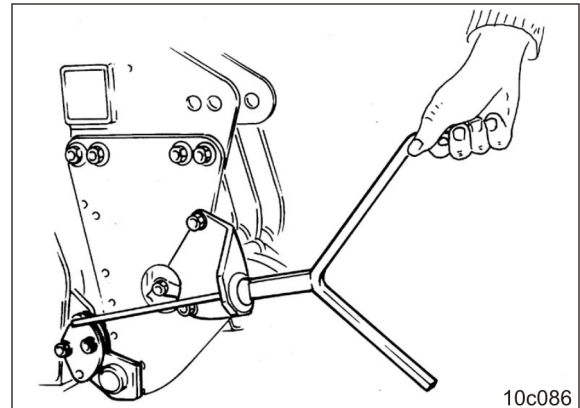

Fig. 91
1. Die Abdrehkurbel (Fig. 91) auf die Verstellspindel aufstecken und den Schardruck einstellen.